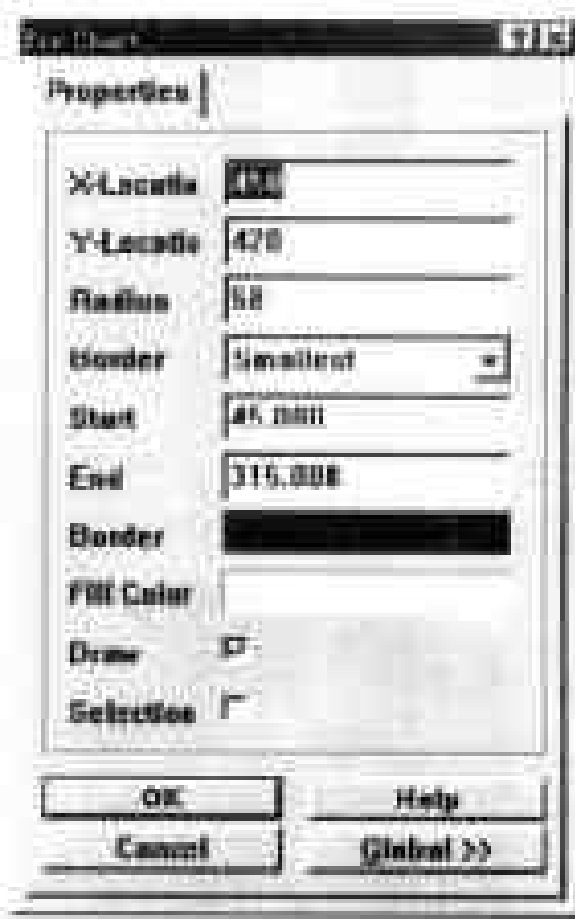

图 3-23 设置扇形的属性
(5) 如果用户需要对扇形的属性进行修改,可以在图纸中双击扇形,即可弹出如图 3-23所示的对话框。
在此对话框的 X-Location 和 Y-Location 选项输入框中填入数值,可以设置椭圆中心的位置;调整 X-Radius 和 Y-Radius 选项输入框中的数值,即可设置椭圆横轴和纵轴的长度,调整椭圆的宽度和高度。对话框中的其他选项与图 3-23 所示的对话框中的同名选项功能相同,这里就不赘述了。